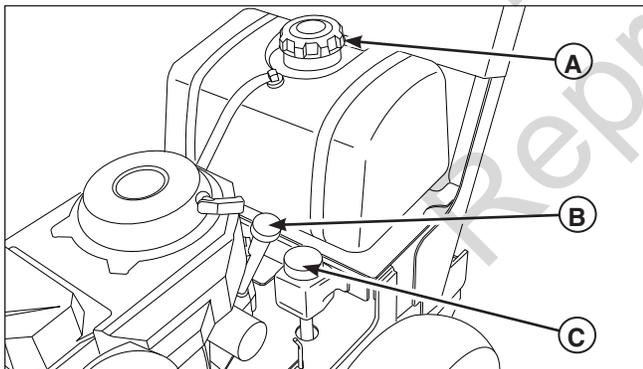

Figure 1. Vérifications avant mise en marche
- Vérifier que le carter de moteur est rempli jusqu'au repère plein sur la jauge d'huile moteur (**B, figure 1**). Consulter les instructions et les recommandations d'huile figurant dans le manuel d'utilisation du moteur.